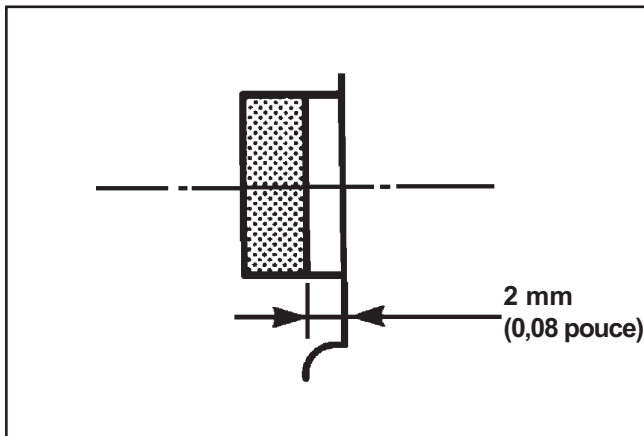

Figure 11-40. Profondeur d'installation du joint d'huile.
2. Installer un nouveau couvercle de joint d'huile à une profondeur de 2 mm (0,08 pouce). Voir la figure 11-40. Appliquer un léger revêtement de graisse au lithium pour sceller les lèvres.